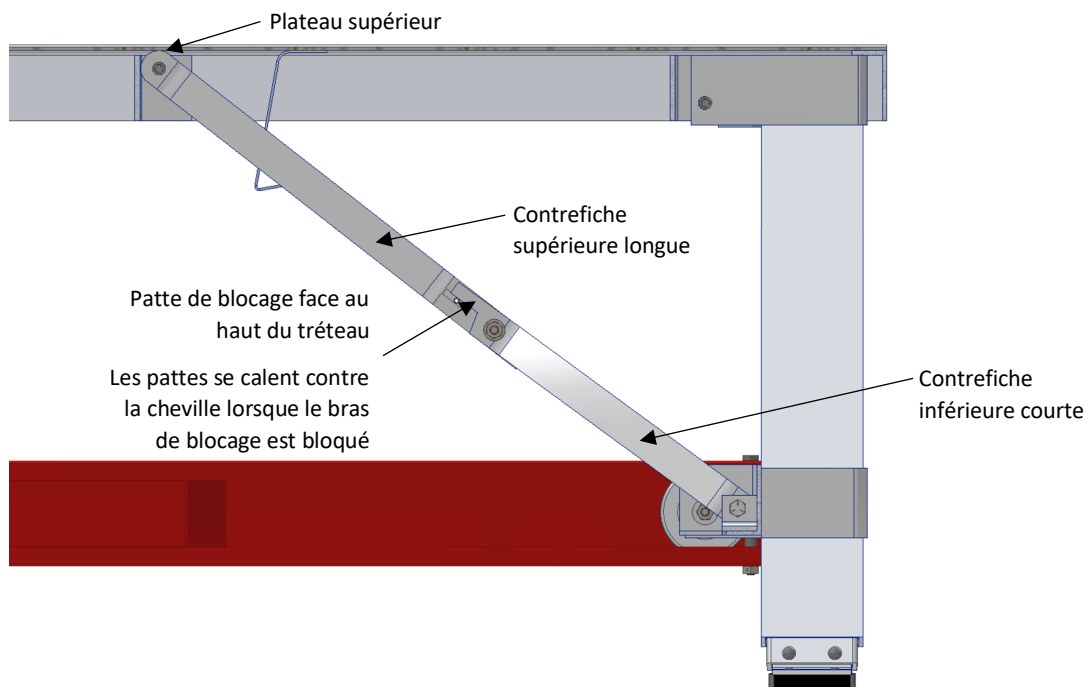

Figure 5
**AVERTISSEMENT :** SI LE BRAS DE BLOCAGE N'EST PAS ORIENTÉ CORRECTEMENT AVANT DE PROCÉDER AU MONTAGE, IL EST POSSIBLE DE LE MONTER À L'ENVERS. OBSERVER LA Figure 5 AVEC ATTENTION AVANT DE PROCÉDER AU MONTAGE.
1. Orienter le bras de blocage comme illustré à la Figure 5.